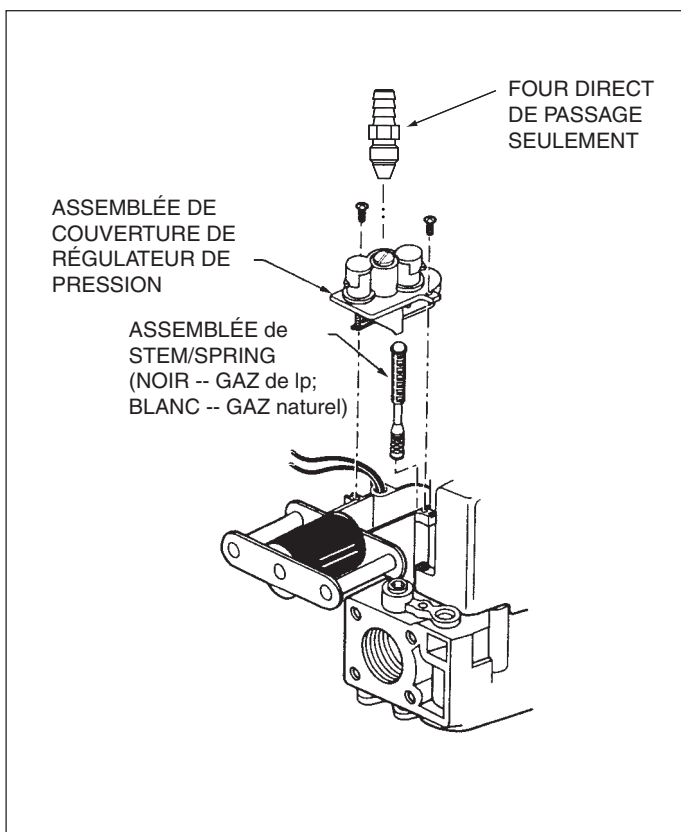

Figure 3
2. Avec une clé mâle de 3/16 po, enlever le bouchon de l'orifice de pression d'admission (INLET) sur le côté admission du robinet. Consulter les détails à la figure 3.
1. S'il faut régler la pression dans la tubulure, enlever le capuchon de protection du dessus du détendeur de gaz, comme montré aux figures 3 et 4.